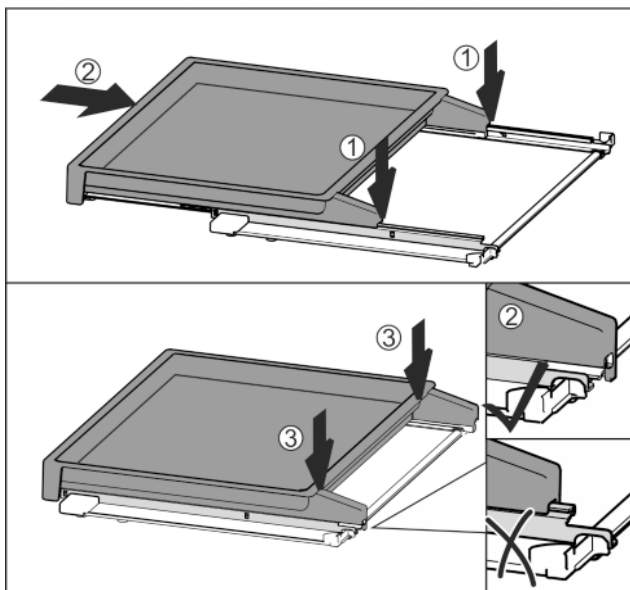

Fig. 38
- ▶ Mittig auf Schienen aufsetzen *Fig. 38 (1)*.
- ▶ Auszugsbord vollständig einschieben *Fig. 38 (2)*.
- ▶ An hinterer Seite drücken bis es hörbar einrastet *Fig. 38 (3)*.